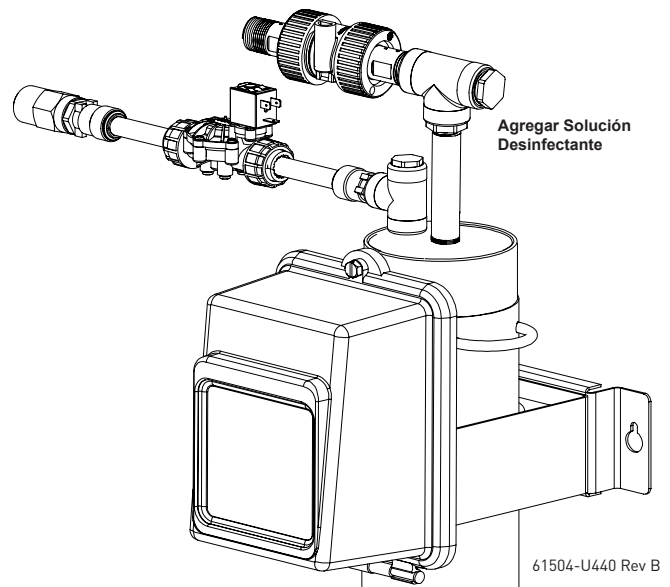

Figure 9 Agregar Solución Desinfectante
7. A través del puerto de desinfección llene la carcasa FreshPoint™ con una solución que contenga cloro al 100 mg/l (1-1/2 cucharaditas de blanqueador sin fragancia en 1 galón de agua limpia). Consulte Figure 9 Adding Sanitizing Solution.